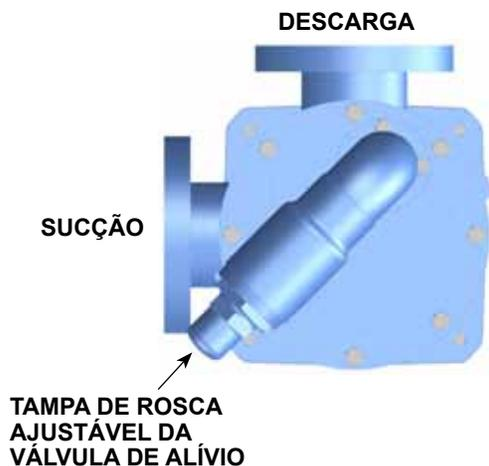

FIGURA 2
4. A tampa de rosca ajustável da válvula de alívio deve sempre apontar para o lado da sucção da bomba, veja a **Figura 2**. Se a rotação da bomba for revertida, remova e reverte também a válvula de alívio de pressão (veja “**Rotação de bomba**”, página 10).